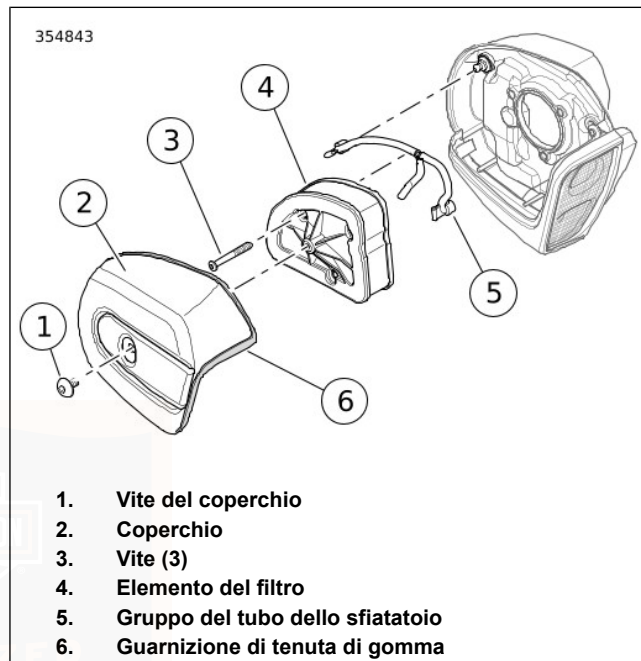

Figura 81. Gruppo del filtro dell'aria (tipico)
1. Vedere Figura 81. Rimuovere la vite (1) e il coperchio del filtro dell'aria (2) con la guarnizione di tenuta di gomma (6).
2. Rimuovere le tre viti (3).
3. Rimuovere l'elemento del filtro (4) tirando il tubo dello sfiatatoio via dal foro sul lato interno.
4. Rimuovere il tubo dello sfiatatoio (5) dai bulloni dello sfiatatoio.
1. Vedere Figura 81. Installare il tubo dello sfiatatoio (5) sui bulloni dello sfiatatoio.
2. Installare l'elemento del filtro (4) e nel contempo spingere il tubo dello sfiatatoio nell'elemento.
3. Installare le viti (3). Serrare le viti a 4,5–6,8 N·m (40–60 in-lbs).
4. Controllare che la guarnizione di tenuta di gomma (6) non sia danneggiata e sia inserita correttamente intorno al perimetro del coperchio del filtro dell'aria.
5. Collocare il coperchio del filtro dell'aria sulla piastra di appoggio. Applicare alle filettature della vite (1) una goccia di LOCTITE 243 MEDIUM STRENGTH THREADLOCKER AND SEALANT (blue). Installare la vite. Serrare a 4,1–6,8 N·m (36–60 **in-lbs**).